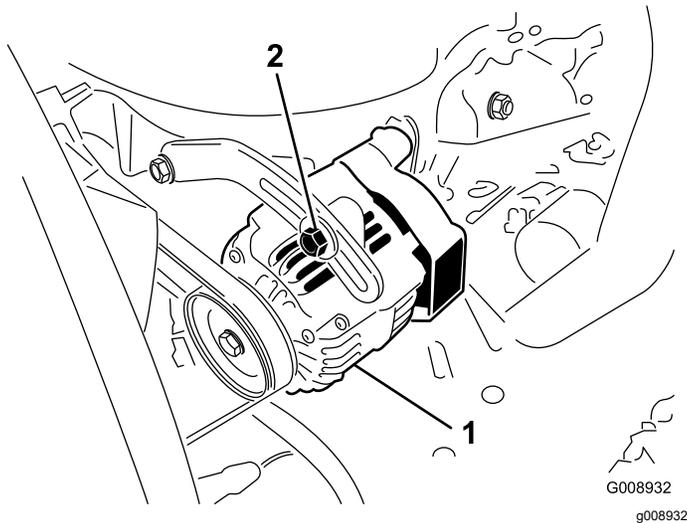

Bild 56
2. Lockern Sie bei einer Durchbiegung von mehr oder weniger als 10 mm die Befestigungsschrauben der Lichtmaschine (**Bild 56**).